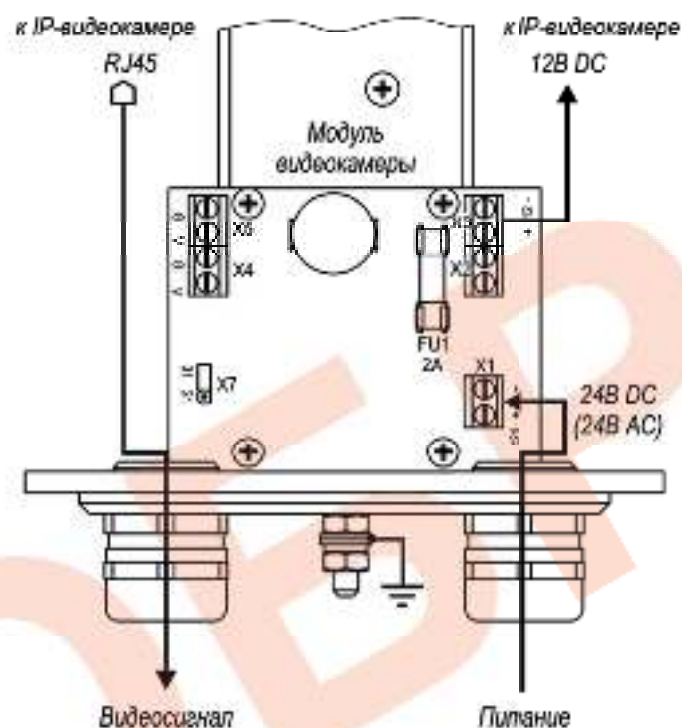

Рис.2 Схема подключения IP-видеокамеры
4. При необходимости изменить мощность обогрева, выкрутить 6 винтов крепления задней крышки гермобокса, выдвинуть модуль видекамеры из кожуха и установить диаметр X7 в нужное положение (рис.2). Установить модуль видекамеры обратно в кожух. Закрутить 6 винтов крепления задней крышки с усилием $5\pm0,5\text{Нм}$.
Предприятием изготовителем джампер Х7 установлен в положение «31» - мощность обогрева 31 Вт, для изменения мощности на 21 Вт джампер Х7 необходимо переставить в положение «21» (см. рис.2).